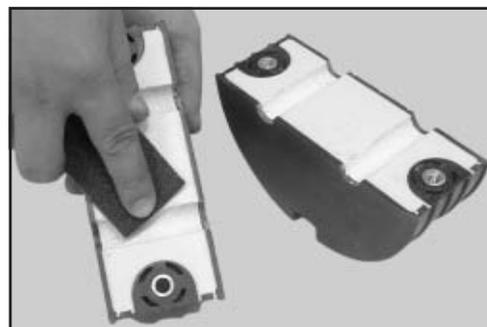

**Figura 15**
**4.8** Quite los tornillos laterales de los cabezales para separar las mitades (Figura 15).